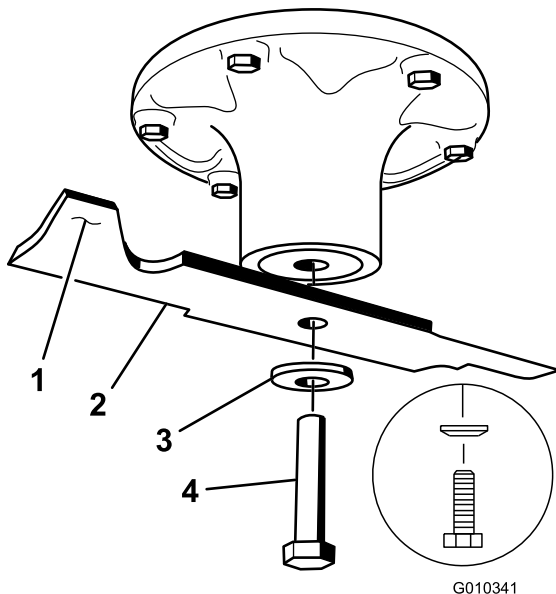

Figure 67
2. Enlevez de l'axe, le boulon, la rondelle bombée et la lame (Figure 67).
1. Placez la lame sur l'axe (Figure 67).
2. Posez la rondelle bombée (face concave vers la lame) et le boulon de lame (Figure 67).